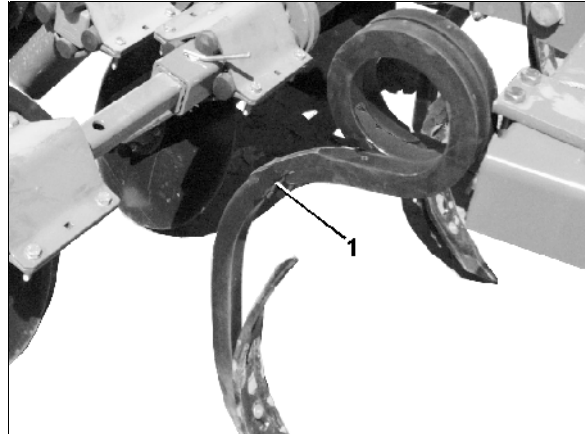

Fig. 11
- **Quadratstahlzinken (Fig. 11/1)**